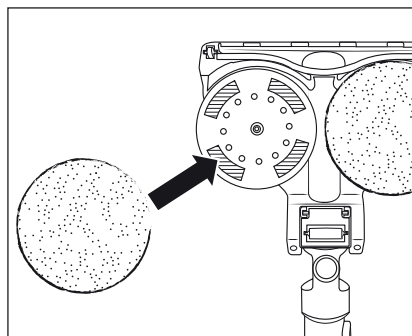

Fig. 17
- ◆ Pentru a monta un ștergător 34 pe accesoriul de ștergere 31, centrați-l pe una dintre cele două discuri rotative de pe partea inferioară a accesoriului de ștergere 31 (a se vedea fig. 17). Apăsăți-l apoi pe benzile de prindere ale discului rotativ până se fixează.